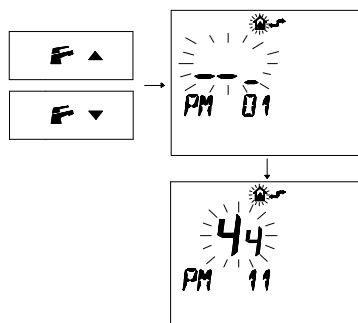

Figura 5.50
- Premere i pulsanti **F** o **F** per visualizzare la programmazione "PM11" della postcircolazione pompa (Figura 5.50).